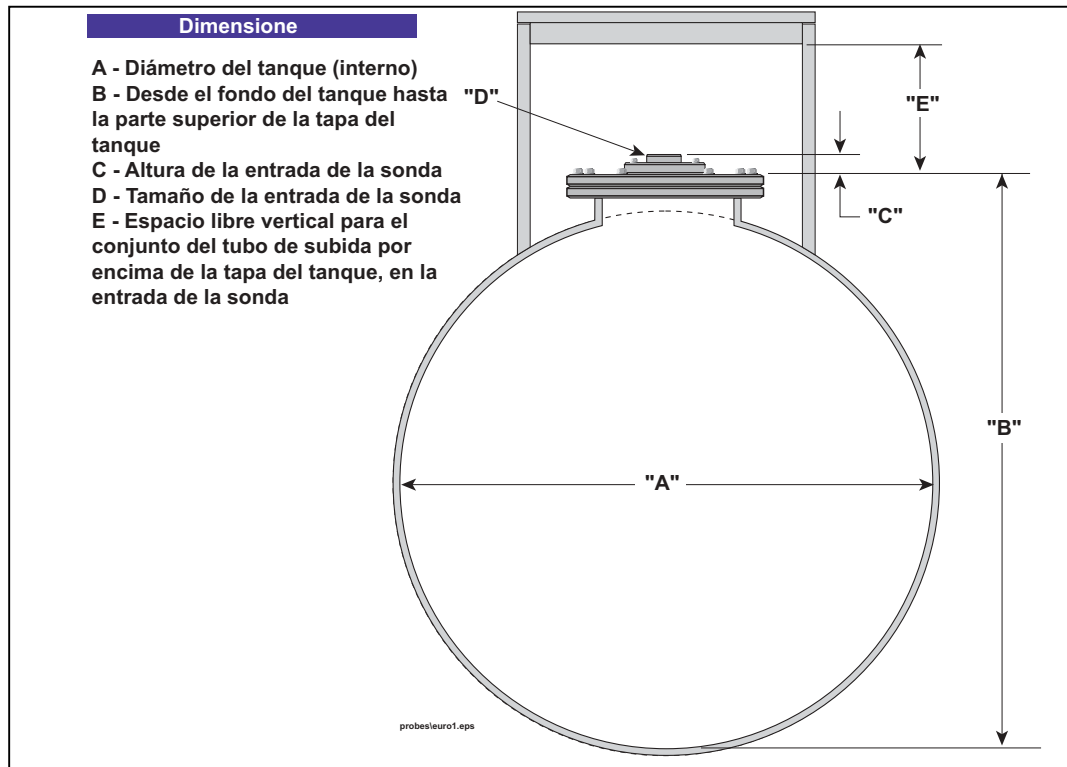

Figura 7. Dimensiones necesarias para calcular sondas y tubos de subida adaptados
- Veeder-Root prevé de forma especial cámaras de acceso a la tapa del tanque con profundidad restringida. Póngase en contacto con Soporte Técnico de Veeder-Root o con su Administrador de Ventas para los detalles sobre sondas magnetostrictivas de longitud adaptada y kits de tubos de subida de bajo perfil, con las dimensiones indicadas en la Figura 7:
Vea la Figura 7 de la página 10 y siga el siguiente procedimiento.